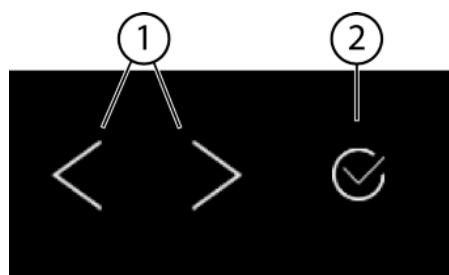
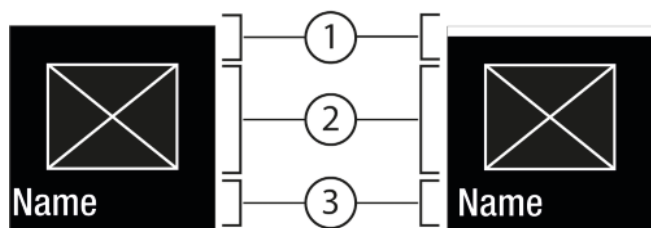
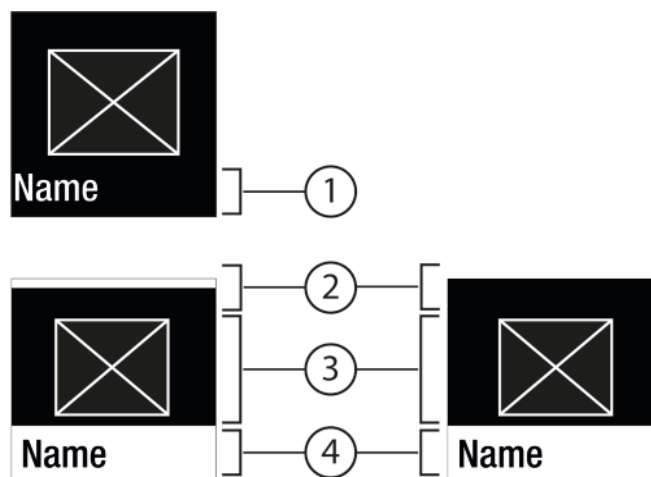

Fig. 5
Fig. 6
Fig. 7
- (1) Навигационная стрелка влево / вправо (2) Подтвердить
Навигационная стрелка влево / вправо Fig. 5 (1):
Подтвердить Fig. 5 (2):
- Навигация при помощи навигационной стрелки влево / вправо Fig. 5 (1).
- С помощью Подтвердить Fig. 5 (2) активировать Fig. 6 (1) / деактивировать Fig. 6 (1) функцию / настройку.
- С помощью Подтвердить Fig. 5 (2) вызвать Подменю Fig. 7 (4).
- Установка нового значения: С помощью Подтвердить Fig. 5 (2) выбрать деактивированное значение Fig. 6 (1).
- Назад в меню: С помощью Подтвердить Fig. 5 (2) выбрать уже активированное значение Fig. 6 (2).
- Навигационные стрелки Fig. 5 (1) нажимайте до тех пор, пока не появится индикация функции.
- Нажмите на Подтвердить Fig. 5 (2).
- ▶ Нажимайте навигационные стрелки *Fig. 5 (1)* нажимайте до тех пор, пока не появится индикация функции.
- ▶ Нажмите на Подтвердить *Fig. 5 (2)*.
- ▶ С помощью навигационных стрелок *Fig. 5 (1)* выберите значение настройки.
- ▷ Состояние: активировано *Fig. 6 (1)* появляется ненадолго в Подменю *Fig. 7 (4)*.
- ▶ Нажимайте навигационные стрелки *Fig. 5 (1)* до тех пор, пока не появится индикация настроек .
- ▶ Нажимайте навигационные стрелки *Fig. 5 (1)* до тех пор, пока не появится индикация требуемой настройки.